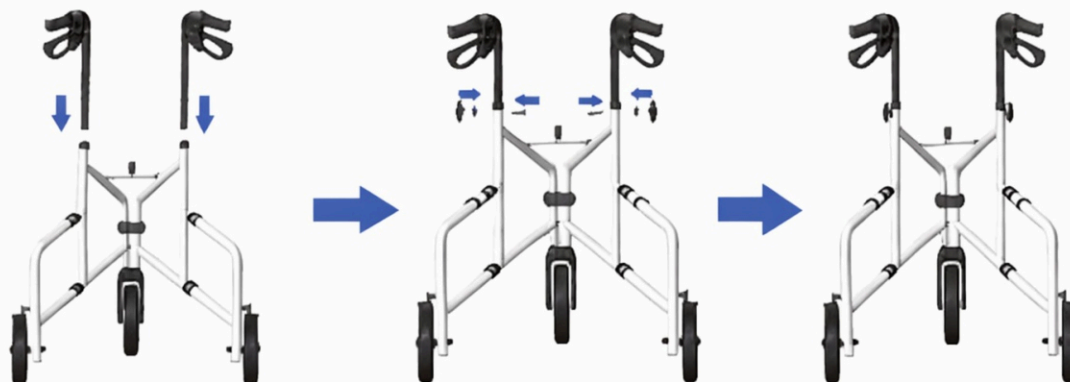

Figura 4
Pasul 3 (așa cum se arată în Figura 4): Luați ansamblul tubului cotierului stâng (2) și ansamblul tubului cotierului drept (4) și introduceți-le în tuburile exterioare ale cotierelor din ansamblul cadrului principal (1). Selectați orificiile corespunzătoare pentru înălțimea cotierelor. Introduceți șurubul hexagonal M6×30 (12) prin tubul exterior al cotierelor din ansamblul cadrului principal (1). Montați piulița cu cap în stea M6 cu șaibă curbată (15) pe șurubul hexagonal M6×30 (12) și strângeți-o.